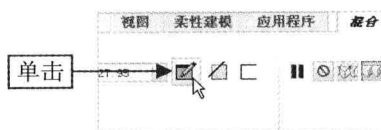

图 5-47 单击“截面”按钮
Step 06 单击对话框中的“关闭”按钮，然后单击“关闭”面板中的“确定”按钮 ，返回“混合”选项卡，单击“截面”按钮 ，如图 5-47 所示，进入草绘环境。